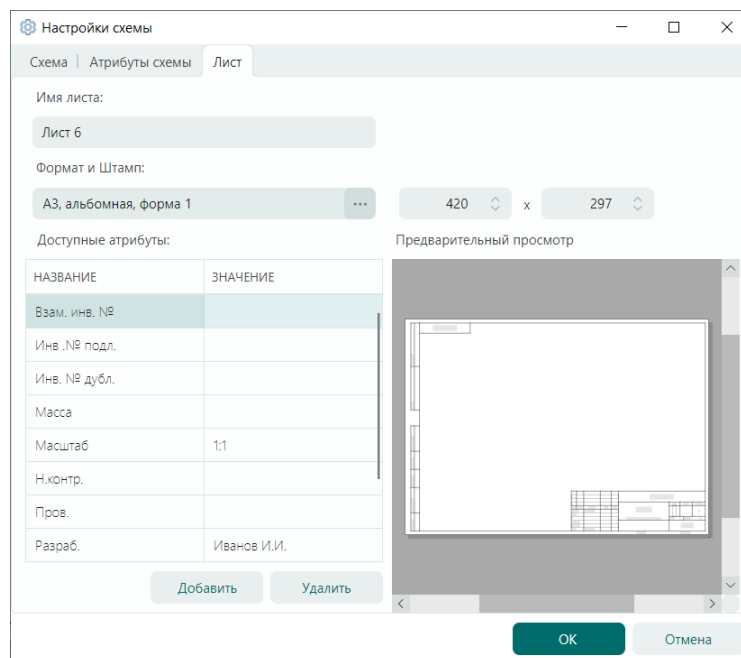

Рис. 17 Вызов окна «Формат и печать»
4. Вызовите окно «Формат и печать», нажав на символ «...» в поле «Формат и печать», см. Рис. 17.